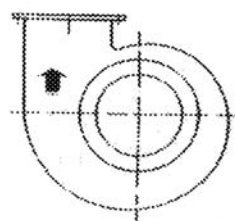

Рис. 8
- Убедиться в том, что направление вращения рабочего колеса вентилятора(-ов) соответствует указанной на улитке вентилятора (см. рис. 8).
- и убедиться в том, что направление вращения рабочего колеса вентилятора соответствует направлению стрелки на улитке вентилятора (см. рис. 8);